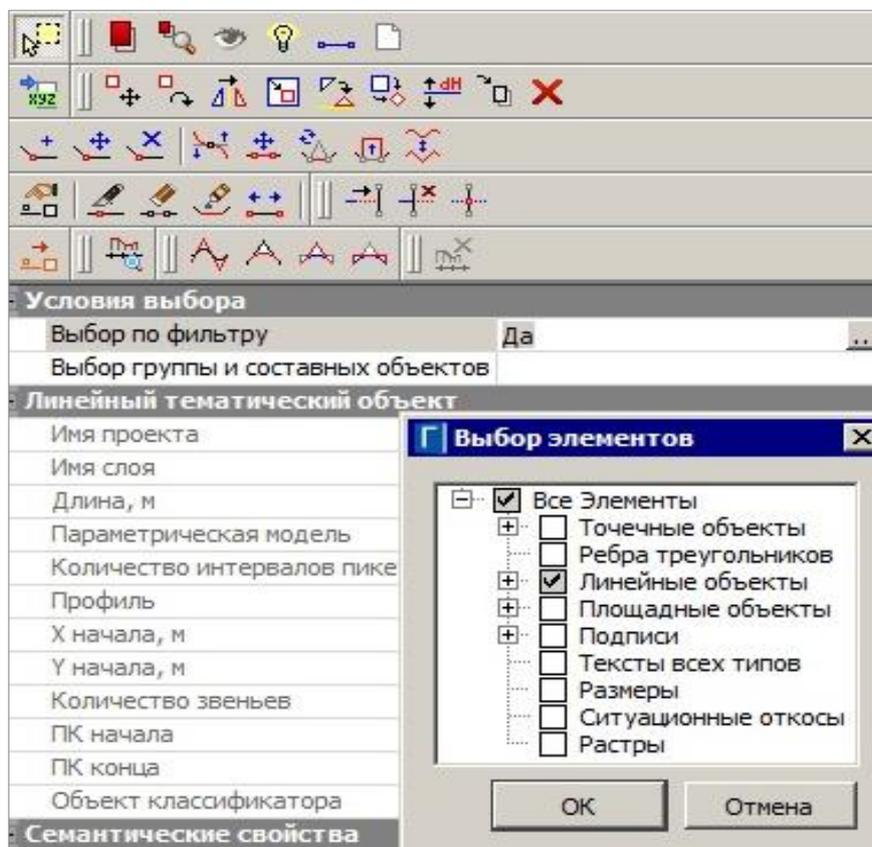

Рис. 3. Выбор элемента и команды редактирования ЛТО
Состав методов зависит от типа и количества выбранных элементов. После выбора одного элемента открывается самый широкий спектр команд (рис. 3).
1. Применить к трассе АД шаблон дороги согласно заданной категории. Дополнительно, из разных шаблонов, можно отдельно импортировать только дорожные полосы, дорожную одежду и настройки ремонта покрытия (рис. 3), земполотно и ремонт откосов. Импорт шаблонов открыт и в плане, и в профиле.